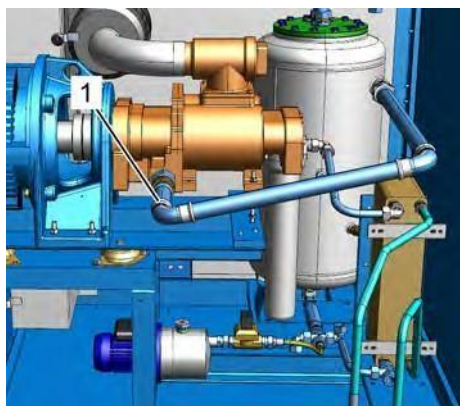

Рис. 47: Соединительная труба ступени компрессора
- 10.** Подготовьте приемную емкость, демонтируйте трубопровод между ступенью компрессора и баком для воды (Рис. 47/1) и спустите воду.